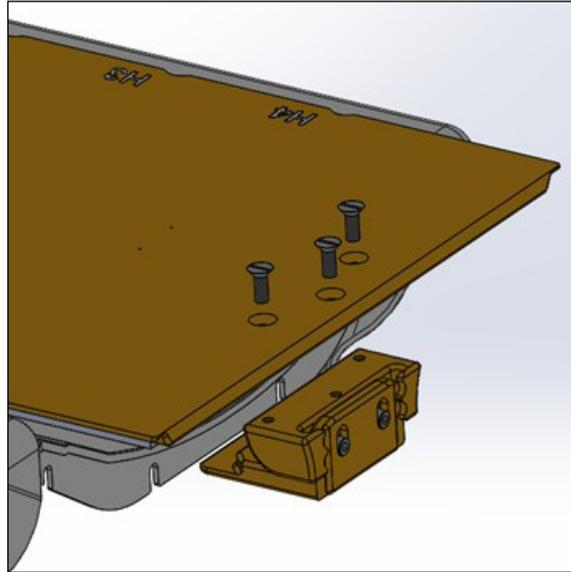

图 48
2. 使用塑料 $\frac{3}{8}$ -16 平头螺钉将头端配件安装到 CT 覆盖罩(图 48)。